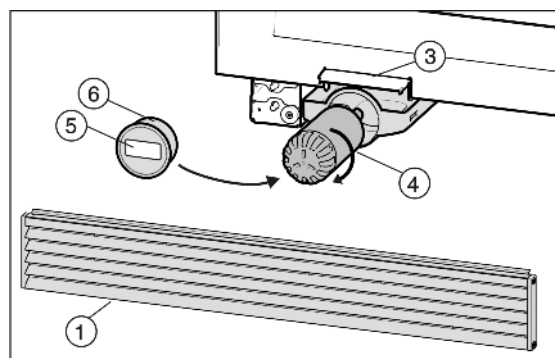

Fig. 7
- Mettre le nouveau filtre Fig. 7 (4) en place et le tourner d'env. 100° dans le sens des aiguilles d'une montre jusqu'à la butée.
- Poser le couvercle du filtre Fig. 7 (6).
- Inscrire la date du dernier remplacement sur l'autocollant Fig. 7 (5) fourni puis le coller sur le couvercle du filtre Fig. 7 (6).
- Insérer le filtre à eau Fig. 7 (4).
- Fermer le clapet de remplacement du filtre Fig. 7 (3).
- Remettre la grille de ventilation Fig. 7 (1) en place et la pousser vers le bas. Elle doit être alignée par rapport au sol.